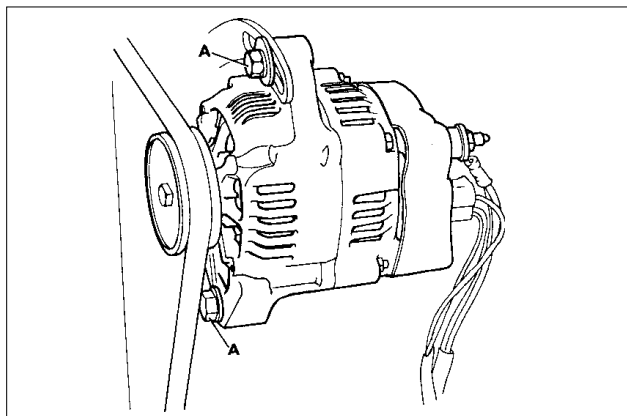

Fig.40
### Fan Belt Tension (Fig.40)
- (a) Release the two bolts holding the (A Fig.40) alternator and adjust alternator until the tension is correct.
### V-snaarspanning (afb. 40)
- draai de twee bouten (A afb. 40) van de dynamo los en verstel de dynamo totdat de juiste V-snaarspanning is bereikt;
- Desserrer les 2 boulons (A fig. 40) qui fixent l'alternateur et régler ce dernier jusqu'à ce que la tension soit correcte